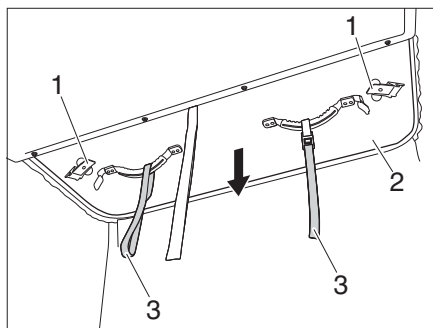
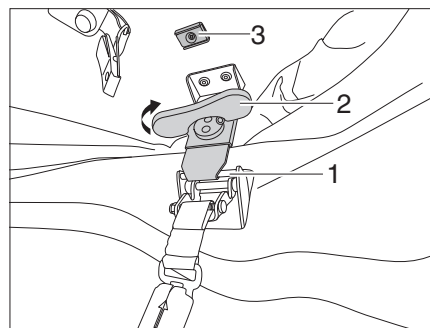

Figure 40 Tirer le toit relevable vers le bas
Figure 41 Serrer le verrouillage
- ▷ Veiller à ce que le leviers de fermeture (Figure 40,1) soient fixés en haut à l'aimant.
- Contrôler si les verrouillages sont fixés par les aimants (Figure 41,3).
- Tirer le toit relevable (Figure 40,2) vers le bas à l'aide des poignées de traction (Figure 40,3).
- Détacher le levier de fermeture (Figure 40,1) de l'aimant (Figure 41,3) et l'accrocher dans le verrouillage (Figure 41,1).
- Tourner la poignée tournante (Figure 41,2) du verrouillage dans le sens des aiguilles d'une montre jusqu'à ce que le verrouillage soit fixé.
- Rabattre la poignée tournante (Figure 41,2) vers le haut.